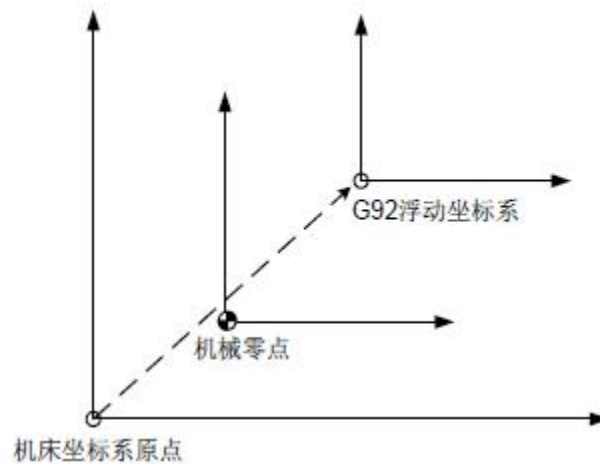

图3-2-11-1
1、如图3-2-11-1 所示，G92 浮动坐标系对应的原点为机床坐标系下的值，与工件坐标系没有关系，是在机床回机械零点后才能建立的。